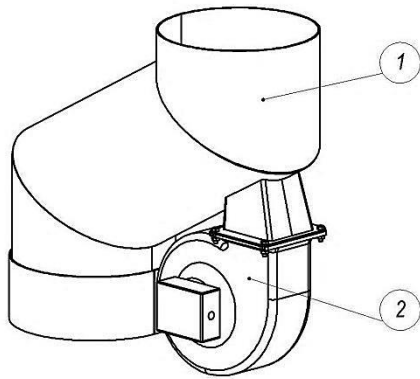

Рис. 9
- е) Дымовой аспиратор (дымосос) (Рис.9).
Является дополнительной опцией, позволяющей увеличить тягу отводимых газов. Устанавливается в соответствии с Рис.9.